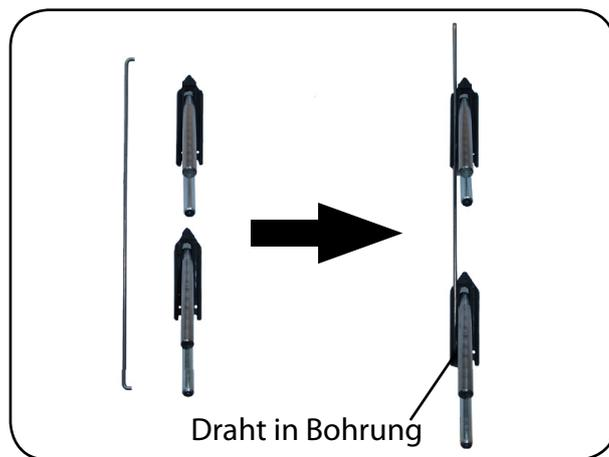

Abb. 6.4.02 - Montage Seitengittergleiter
3. Montieren Sie die Seitengittergleiter. Hierzu nehmen Sie zwei Seitengittergleiter und einen Seitengittergleiter-Draht (Abbildung 6.4.02).
4. Positionieren Sie das Drahtende in der Bohrung von dem unteren Seitengittergleiter, so dass der Seitengittergleiter-Draht in der Nut verläuft. Nehmen Sie den zweiten Seitengittergleiter und positionieren Sie den Draht in dessen Nut (Abbildung 6.4.02).